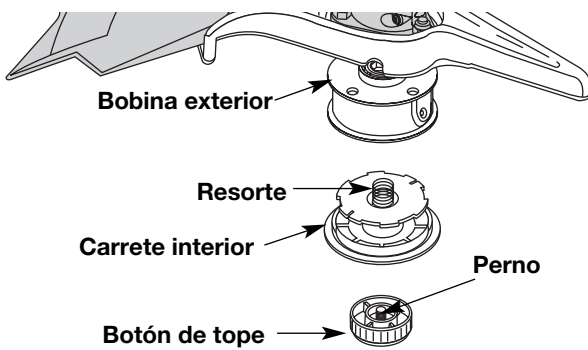

Fig. 23
1. Sostenga la bobina exterior con una mano y desenrosque el botón de tope en sentido antihorario (Fig. 23). Inspeccione el perno de adentro del botón de tope para verificar que se mueva con libertad. Cambie el botón de tope si está dañado.
2. Saque el carrete interior de la bobina exterior (Fig. 23).
3. Saque el resorte del carrete interior (Fig. 23).
1. Sostenga la bobina exterior con una mano y desenrosque el botón de tope en sentido antihorario. Inspeccione el perno dentro del botón de tope para verificar que se mueva con libertad. Cambie el botón de tope si está dañado (Fig. 23).
2. Saque el carrete interior viejo de la bobina exterior (Fig. 23).
3. Saque el resorte del carrete interior viejo (Fig. 23).